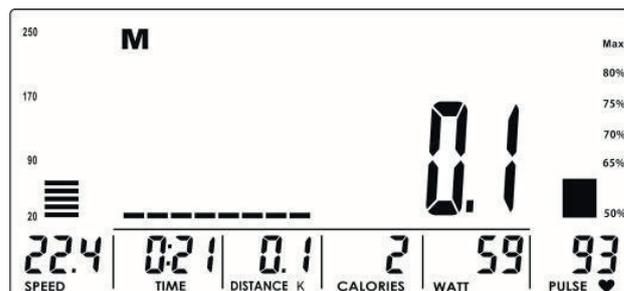

Fig. 9
4. Appuyez sur la touche START / STOP pour démarrer l'entraînement. Vous pouvez modifier le niveau de résistance pendant l'entraînement à l'aide des touches UP/DOWN. Lorsque le niveau de résistance apparaît dans la fenêtre WATT, il n'est plus possible de modifier la valeur pendant trois secondes. L'ordinateur passe à l'affichage WATT (fig. 9).